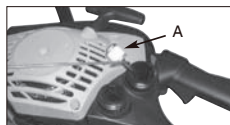

Fig. 16
- Soulevez le filtre (A) pour l'extraire du réservoir (Fig. 16).